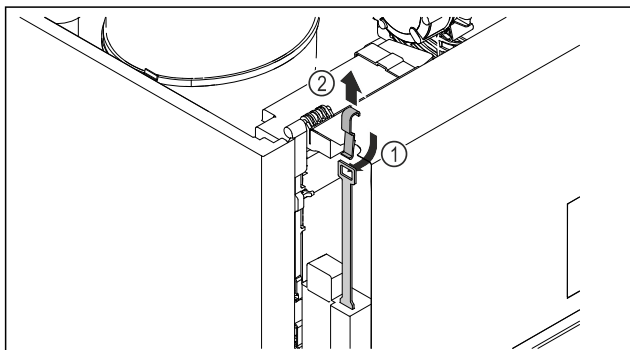

Fig. 245
- Împingeți în interior cheia de deblocare de urgență de sus Fig. 245 (1), fixați-o la încuietoare și trageți în sus Fig. 245 (2).